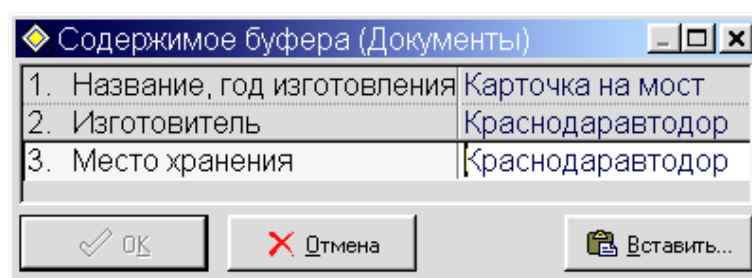

Рис. 44. Диалоговое окно с содержимым буфера
- ✧ Просмотр буфера... - вызывает диалоговое окно, просмотра содержимого буфера. Такое окно, когда текущей формой является форма "Документы", приведено на рис. 44.